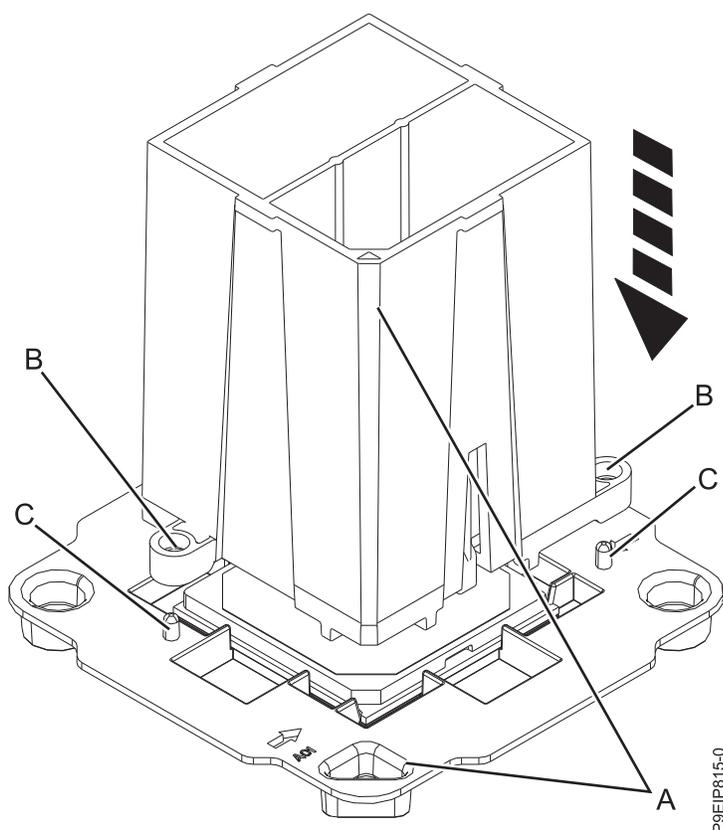

図 90. 取り外しツールの位置合わせ
3. 交換用プロセッサ・モジュールを配送用トレイから取り外します。ツールの斜めになっている隅 (A) をモジュールの斜めになっている隅に位置合わせします (図 90 を参照)。ガイド (B) が位置合わせピン (C) にぴったり収まっていることを確認します。